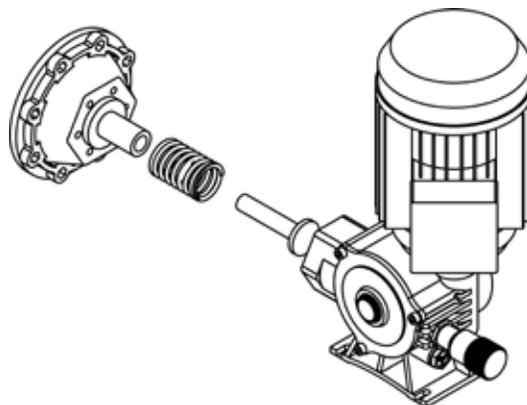

图 12
- 更换完成后按照顺序依次将推杆、弹簧和过渡段装入。（如图 12）